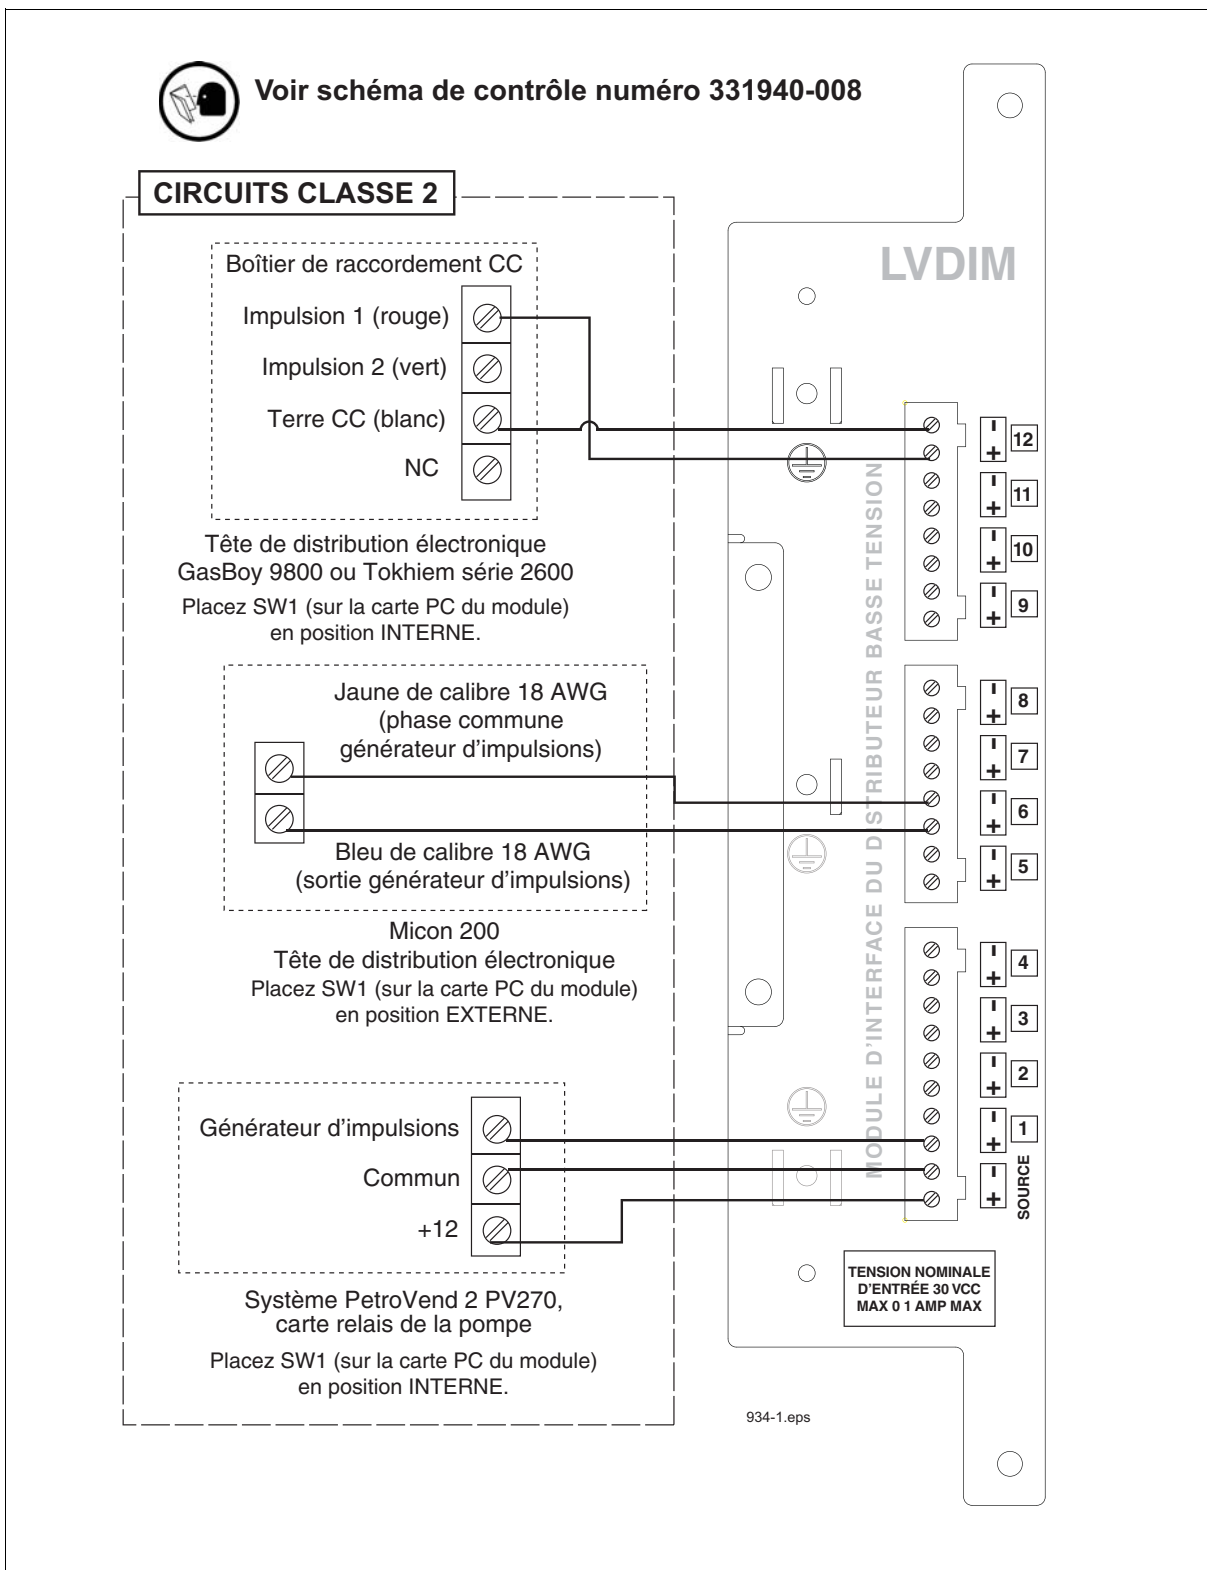

Figure 46. Connexion de dispositifs au module LVDIM
- Figure 46 - Connexions de câblage du module LVDIM